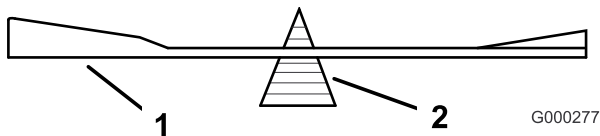

Bild 93
2. Prüfen Sie die Auswuchtung des Schnittmessers auf einer Ausgleichsmaschine (Bild 93).